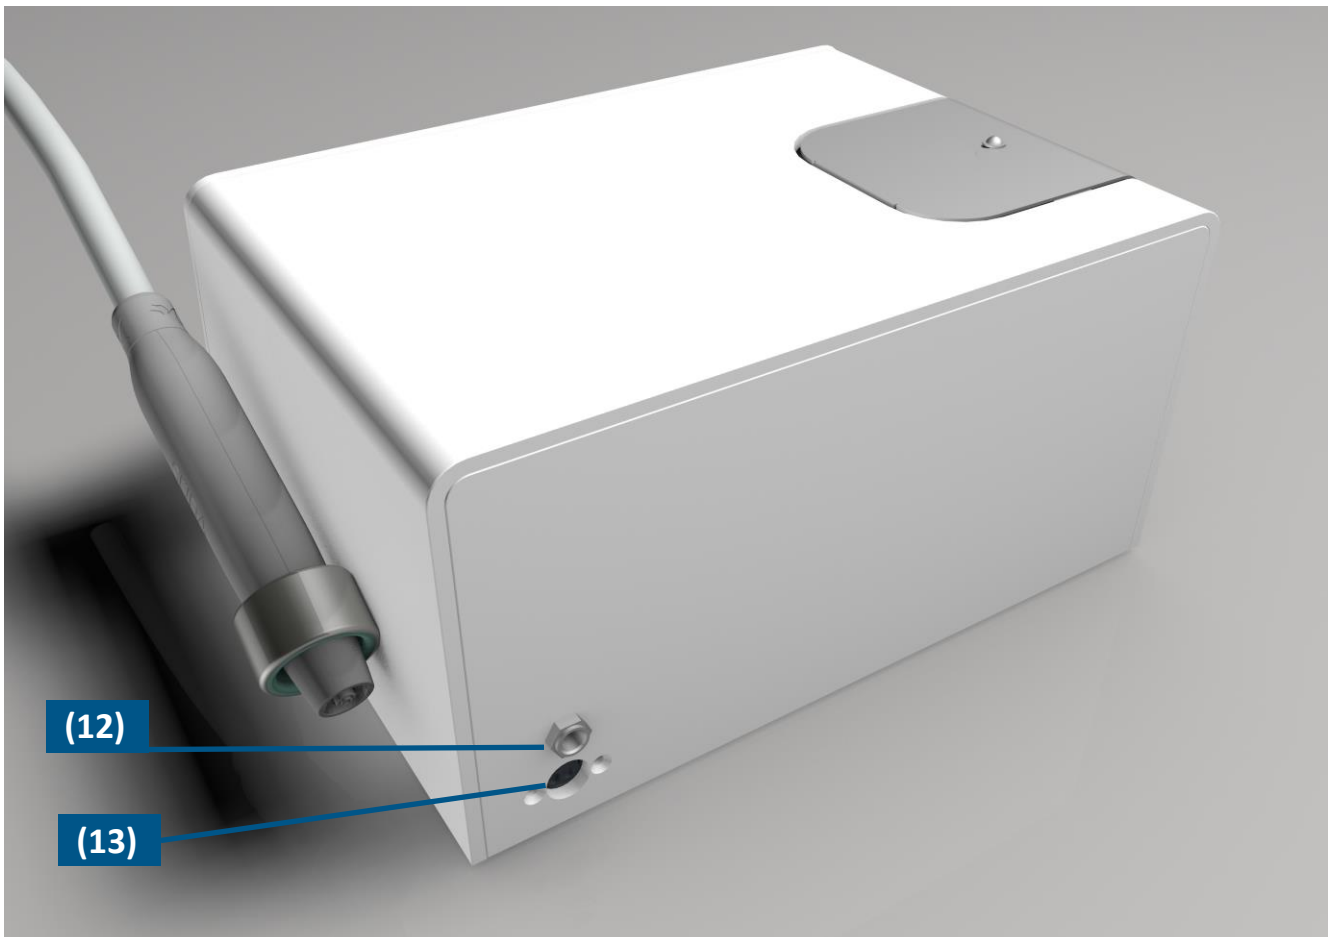

Abb.3 : Anslutningar på enhetens baksida
2. Anslut den valfria fotpedalen till anslutningen på enhetens baksida (Abb.3).
2. Sätt i den lilla nätkontakten i anslutningen för strömförsörjning på enhetens baksida (Abb.3).